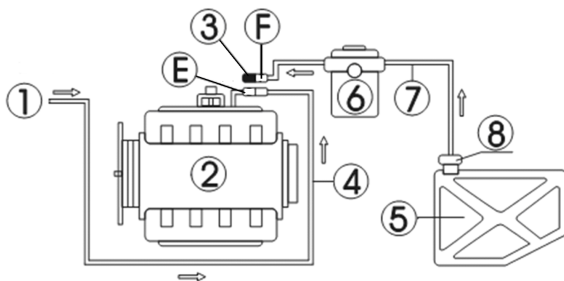

Рис.5.1
- 3) Подключите топливопроводы двигателя к Стенду согласно Рис.5.1